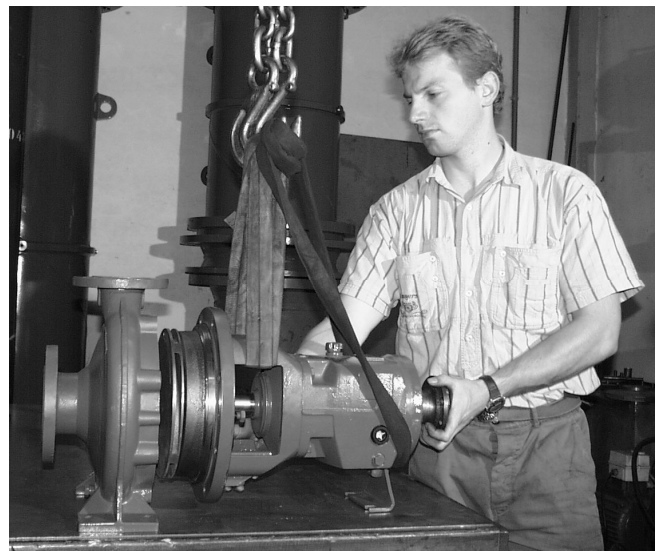

Figura 9
- Desaperte as uniões roscadas de todas as tubagens de bloqueio e de água de refrigeração e purgue o óleo lubrificante do superior da chumaceira (330) através do parafuso de descarga do óleo (903.51).
- Desaperte o pé de apoio (183) do quadro de fundação.
- Suspenda a unidade de movimento do dispositivo de elevação, de modo a que, aquando da desmontagem, a unidade de movimento não se incline para baixo nem se pressione verticalmente contra o corpo helicoidal. Vide a figura 9, na qual é apresentado um exemplo de fixação.